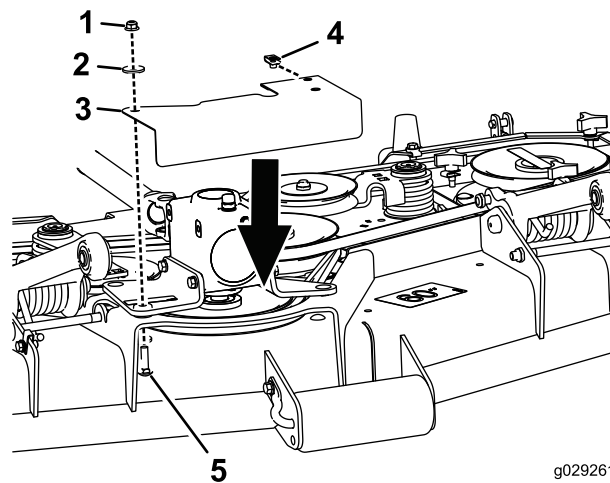

Figura 5
2. Usando las tuercas que retiró en el paso anterior, instale el protector de las poleas a los soportes de montaje de la caja de engranajes (Figura 5).